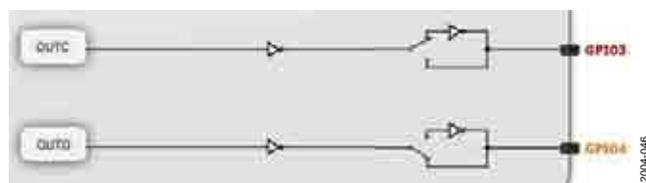

图50. 选项4: GPIO3和GPIO4配置为有源缓冲器PWM输出
- 选项4: GPIO3和GPIO4均配置为有源缓冲器PWM输出(见图50)。